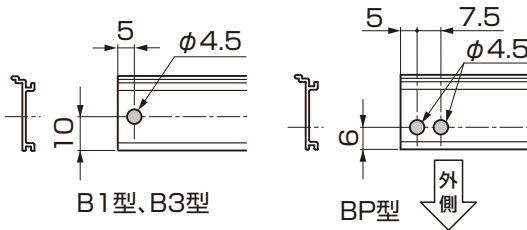

図4-2 上下枠の加工
- B1型、B3型、BP型の上下枠には加工が必要です。(図4-2参照)
② 横板フェンスは、縦棧を切断した端部個所に取付け直してください。